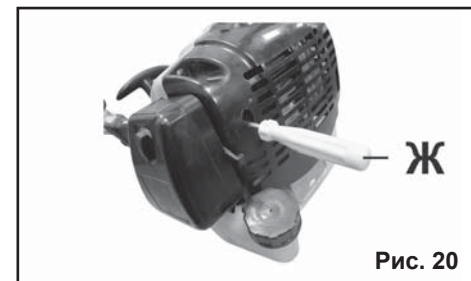

Рис. 20
8.3.2. Регулировка на холостом ходу (Рис. 20)